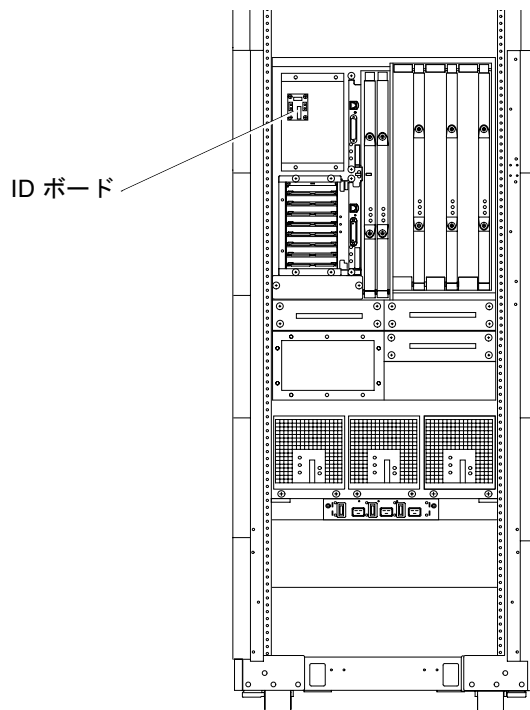

図 12-40 センタープレーンからの ID ボードの取り外し — Sun Fire 4810 システム
5. I/O アセンブリを取り外したあとの開口部で、ID ボードの端を持ってセンタープレーンから ID ボードを取り外します (図 12-40)。
2. I/O アセンブリを取り外したあとの開口部で、センタープレーンのコネクタに ID ボードを取り付けます (図 12-40)。